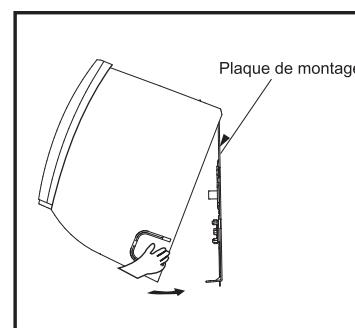

Fig. 8
- 1) Accrochez l'unité sur la plaque de montage (Fig.8).